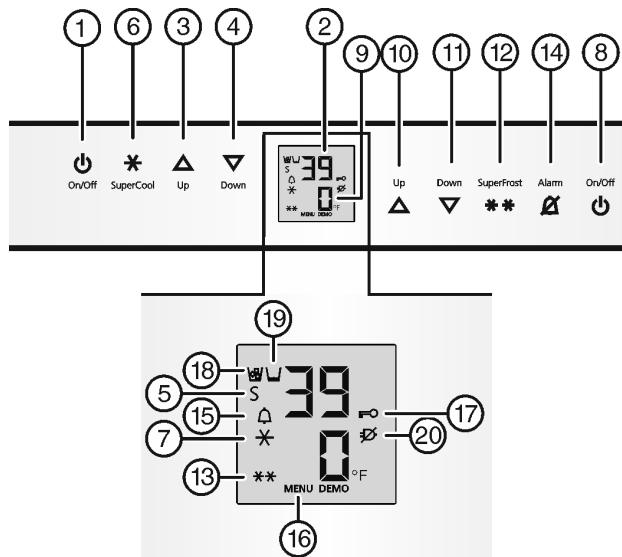

Fig. 3
- Pulse la tecla On/Off del compartimento congelador Fig. 3 (8).
- Pulse la tecla On/Off del compartimento congelador Fig. 3 (1).
- Activación del modo de ajuste: pulse la tecla SuperFrost Fig. 3 (12) durante 5 seg. aproximadamente.
- ▷ El símbolo de menú Fig. 3 (16) se ilumina.
- Utilice la tecla de ajuste Up del compartimento congelador Fig. 3 (10)/ la tecla de ajuste Down del compartimento congelador Fig. 3 (11) para seleccionar **°**.
- Confirmación: Pulse la tecla SuperFrost Fig. 3 (12) brevemente.
- Utilice la tecla de ajuste Up del compartimento congelador Fig. 3 (10)/ la tecla de ajuste Down del compartimento congelador Fig. 3 (11) para seleccionar °F o °C.
- Desactivación del modo de ajuste: Pulse la tecla On/Off Fig. 3 (8) del compartimento congelador.
- Activar el modo de ajuste: pulse la tecla SuperFrost Fig. 3 (12) durante aprox. 5 s.
- Con la tecla de ajuste Up del compartimento congelador Fig. 3 (10) o la tecla de ajuste Down del compartimento congelador Fig. 3 (11), seleccione **c**.
- Pulse brevemente la tecla SuperFrost Fig. 3 (12) para confirmar.
- Para activar el bloqueo contra la manipulación por niños, pulse brevemente la tecla SuperFrost Fig. 3 (12).
- ▷ El símbolo del bloqueo contra la manipulación por niños Fig. 3 (17) se ilumina. En el indicador parpadea **c**.
- Para desactivar el bloqueo contra la manipulación por niños, pulse brevemente la tecla SuperFrost Fig. 3 (12).
- ▷ El símbolo del bloqueo contra la manipulación por niños Fig. 3 (17) se apaga. En el indicador parpadea **c**.
- Desactivar el modo de ajuste: pulse la tecla On/Off del compartimento congelador Fig. 3 (8).
- Pulse la tecla Alarm Fig. 3 (14).
Simultáneamente, parpadea la indicación de temperatura y el símbolo de alarma Fig. 3 (15).
El tono de aviso se desactiva automáticamente, el símbolo de alarma Fig. 3 (15) se apaga y la indicación de temperatura deja de parpadear cuando la temperatura vuelve a descender lo suficiente.